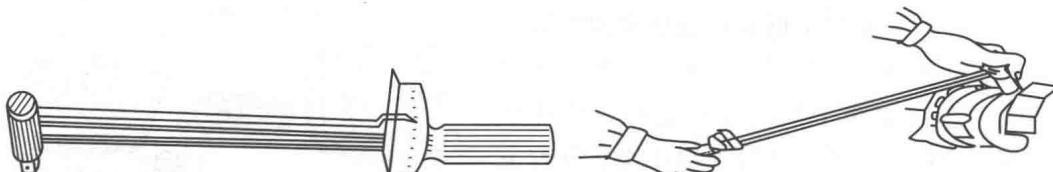

图 1-7 扭力扳手及使用
(5) 扭力扳手 是一种可读出所施扭矩大小的专用工具，如图 1-7 所示。其规格是以最大可测扭矩来划分的，常用的有 $294\text{N}\cdot\text{m}$ 、 $490\text{N}\cdot\text{m}$ 两种。扭力扳手除用来控制螺纹件旋紧力矩外，还可以用来测量旋转件的启动转矩，以检查配合、装配情况。